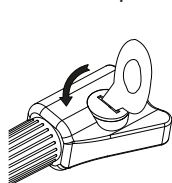

fig.1
---Ruotare il coperchio della batteria con la chiave (fig. 1), quindi rimuoverlo.